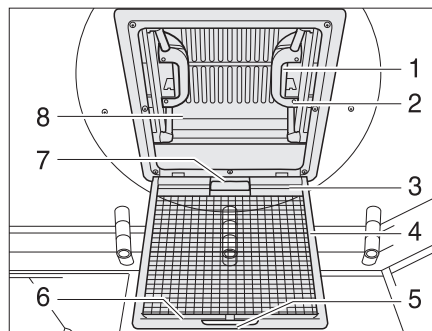

Fig. 85 Claraboya con cierre de resorte
- Tirar del tirador (Fig. 85,5).
- Plegar hacia abajo la protección contra insectos (Fig. 85,4).
- Presionar el cierre de resorte (Fig. 85,1) hacia el lado interior de la claraboya (Fig. 85,8). Presionar simultáneamente hacia arriba la claraboya con el tirador (Fig. 85,2).
- Plegar hacia arriba la protección contra insectos (Fig. 85,4) hasta que engatille.
- Tirar la claraboya (Fig. 85,8) enérgicamente hacia abajo por los dos tiradores (Fig. 85,2), hasta que los dos cierres de resorte (Fig. 85,1) engatillen.
- Tirar de la persiana oscurecedora enrollable por el asidero (Fig. 85,7) y enganchar el listón de enganche (Fig. 85,3) en el listón de soporte (Fig. 85,6) en la protección contra insectos.
- Soltar el listón de enganche (Fig. 85,3) del listón de soporte (Fig. 85,6) y regresar lentamente la persiana oscurecedora enrollable.